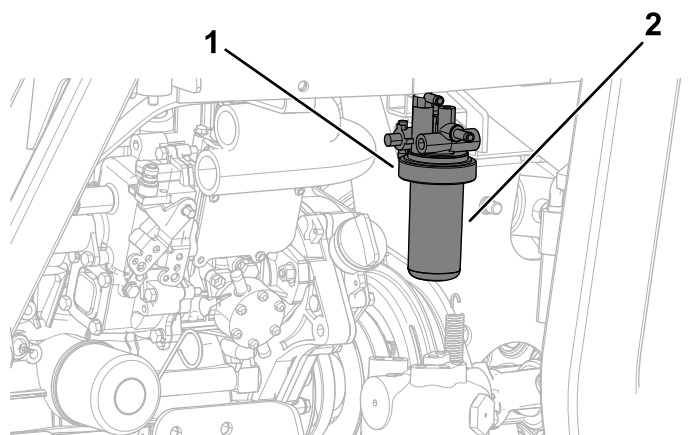

Figura 72
1. Curățați zona din jurul capătului filtrului de combustibil (Figura 72).
2. Îndepărtați filtrul i curăai suprafaa de montare a capului filtrului (Figura 72).